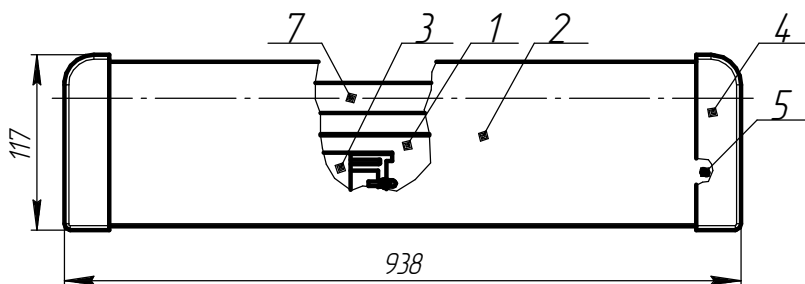
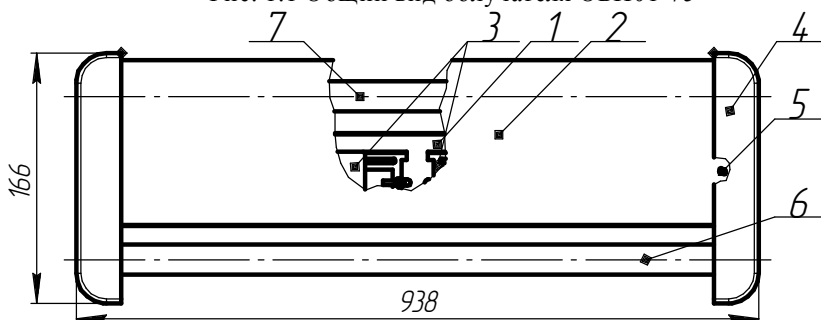

Рис. 1.1 Общий вид облучателя ОБН01-75
Рис. 1.2 Общий вид облучателя ОБН01-150
4.2 Облучатель (рис. 1.1, рис. 1.2) состоит из корпуса 1, в котором размещена электросхема, аппаратов пускорегулирующих 3, двух крышек 4, защитного экрана 2, закрепленного к корпусу винтами 5. На стенке корпуса имеются два отверстия для подвеса на стену.
4.3 В облучатели типов ОБН01-150 (рис. 1.2) устанавливаются две лампы: открытая 6 и экранированная 7 с возможностью их отдельного включения. Выключатель для открытой лампы должен устанавливаться вне облучаемого помещения. В облучатели типов ОБН01-75 устанавливается только одна лампа (экранированная).